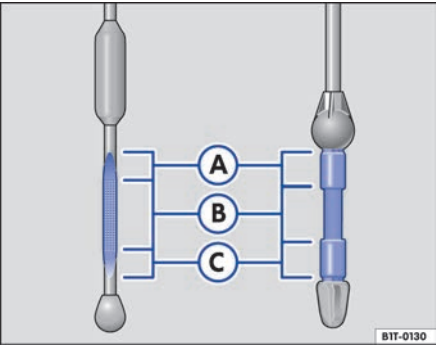

图 155 带油位标记的机油标尺（示例）
7. 再次拔出机油标尺，读取标尺上标注如下的发动机机油油位 ⇒ 图 155：
13. 加注机油后发动机机油油位至少位于 ⇒ 图 155  B 区中间位置，但不可超过  A 区 ⇒  B。
夏季在高速公路上长距离行驶，或牵引挂车行驶，或在山区行驶，发动机在苛刻条件下运转期间，机油油位必须保持在 ⇒ 图 155  A 区。